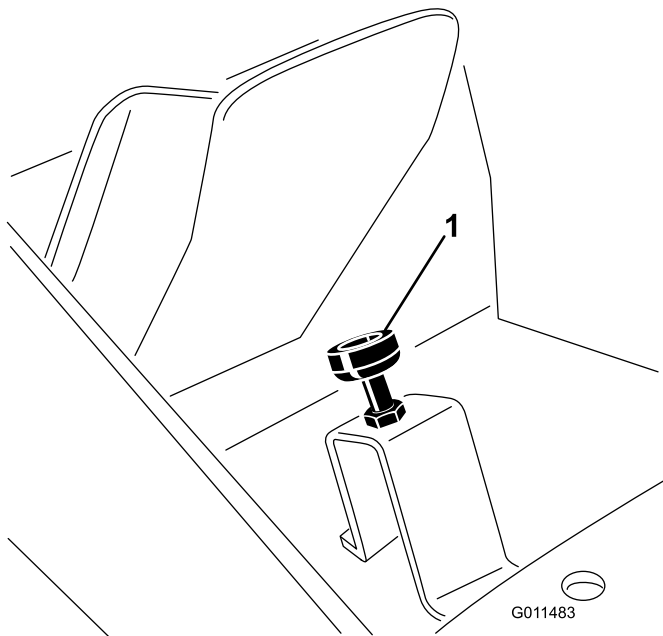

Figura 73
2. Pise el pedal de tracción a fondo (Figura 73). Puede ser necesario aflojar las contratueras y bajar el tope para permitir que el pedal llegue al final de su recorrido.
3. Suelte el pedal de tracción y ajuste el tope de media vuelta a una vuelta más hasta que el pedal entre en contacto con el tope justo antes de llegar al final de su recorrido; luego apriete las contratuercas (Figura 73).